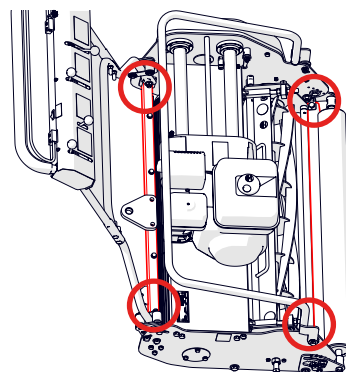

Fig.25. Points d'ancrage pour le transport.
- Fixez la machine au sol/sur une palette à l'aide de sangles d'arrimage de résistance appropriée. Fixez les sangles autour des traverses avant et arrière (surlignées en rouge à la Fig.25).